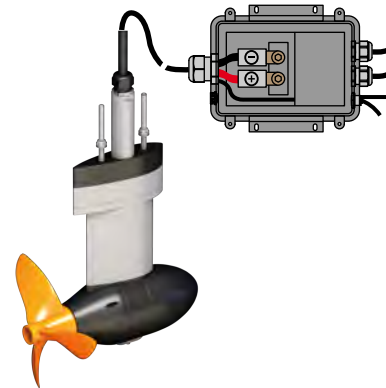

Fig. 11: Câblage
1. Desserrez les vis (1) du boîtier électronique pour pouvoir l'ouvrir.
3. Raccordez les deux câbles de puissance aux pôles repérés (rouge=+, noir=- ; 5 Nm), "**Fig. 11: Câblage**".